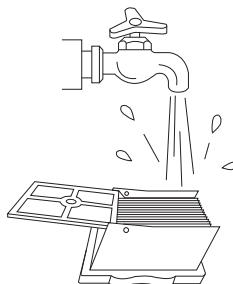

Рис. 1
- Откройте сетчатую крышку HEPA-фильтра и промойте все детали под проточной водой (Рис. 1).